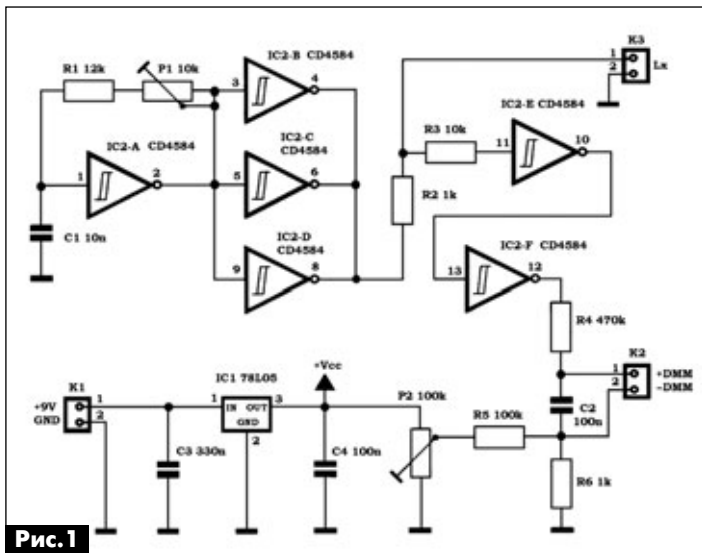

Рис. 1
• мультиметр в схеме (**рис. 1**) предполагалось включать в режим измерения постоянных напряжений. Кроме того, он инерционен, поэтому показывал бы усредненное напряжение заряда и разряда измеряемой индуктивности. Практически, при экспериментах с макетом его показания при любой величине измеряемой индуктивности были бы нулевыми.
Нерациональным, на мой взгляд, было использование в схеме **рис. 1** двух триггеров Шмитта (IC2-E, IC2-F), поскольку DT-830B и так имеет достаточно большое входное сопротивление (не менее 1 МОм) в режиме измерения напряжения. Неиспользуемые триггеры микросхемы IC2 можно применить для упрочнения выхода задающего генератора. Вообще, первоначально возникал вопрос, как цифровая микросхема IC2 будет «отрабатывать» линейные изменения падения напряжения на измеряемой индуктивности Lx, если ее входная логика рассчитана на управление сигналами «логический ноль/логическая единица»? Первоначально макет действительно не работал, но все же заработал, когда на макете суммарное сопротивление R1 и P1 было уменьшено до 220...470 Ом. При этом в качестве тестируемой индуктивности Lx использовались четыре последовательно включенных дросселя ДПМ-0,1 500 мкГн. При эксперименте оказалось, что если замыкать перемычкой один или два дросселя в этой цепочке, то прибор так же скачкообразно будет менять свои показания, но уже при наличии для измерения лишь одного дросселя индуктивностью 500 мкГн прибор индцировал нуль. Работоспособность схемы на нижнем пределе измеряемых индуктивностей зависела от частоты собственного задающего генератора и величины со-